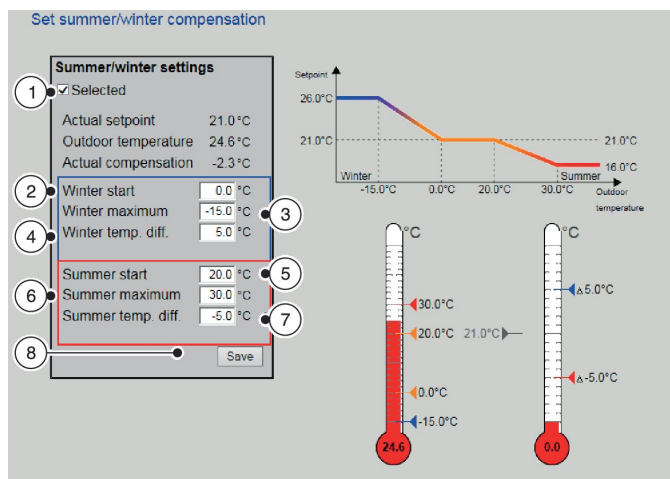

Рис. 35: Режим компенсации лето/зима
Экран (Рис. 35) «Летняя/зимняя компенсация» позволяет вам установить значения температурной компенсации для лета и зимы.
2. Установите флажок (Рис. 35/1) для активации летней/зимней компенсации.
3. Введите температуру наружного воздуха, при которой начинается режим зимней компенсации (Рис. 35/2).
4. Установите температуру наружного воздуха для максимума зимней компенсации (Рис. 35/3).
5. Установите значение уставки для максимума зимней компенсации (Рис. 35/4).
6. Введите температуру наружного воздуха, при которой начинается режим летней компенсации (Рис. 35/5).
7. Установите температуру наружного воздуха для максимума летней компенсации (Рис. 35/6).
8. Установите значение уставки для максимума летней компенсации (Рис. 35/7).